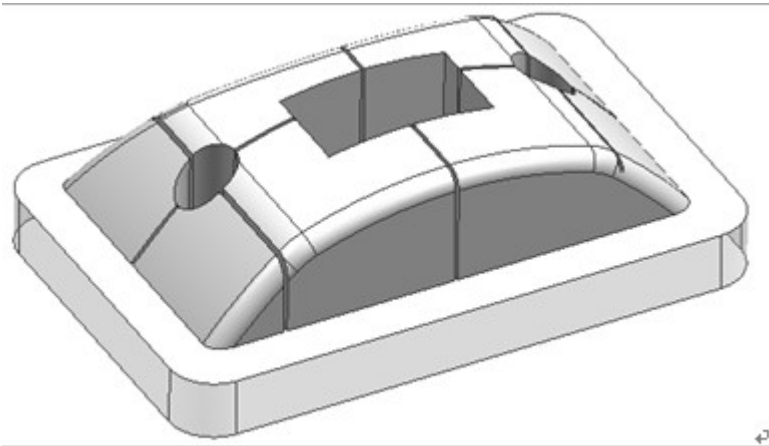

图14-79 “bddt.prt” 文件。
- 1. 打开光盘中的〔 Lianxi\Ch14\bddt.prt 〕文件，如图 14-79 所示。根据本章所学习的知识内容，对模型进行完整的编程。